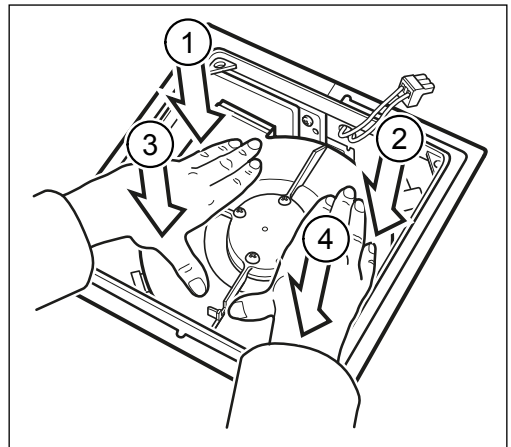

Abb. 9: Korrekten Sitz aller 4 Nasen prüfen
- ▶ Drücken Sie den Lüftermotor im Bereich von Nase 3 und Nase 4 (Pos. 3 und 4 in Abb. 9) an das Gehäuse an, bis diese hörbar einrasten.
- ▶ Drücken Sie den Lüftermotor mit beiden Händen in Richtung Gehäuse, um sicherzustellen, dass alle 4 Nasen (Pos. 1, 2, 3 und 4 in Abb. 9) eingerastet sind.